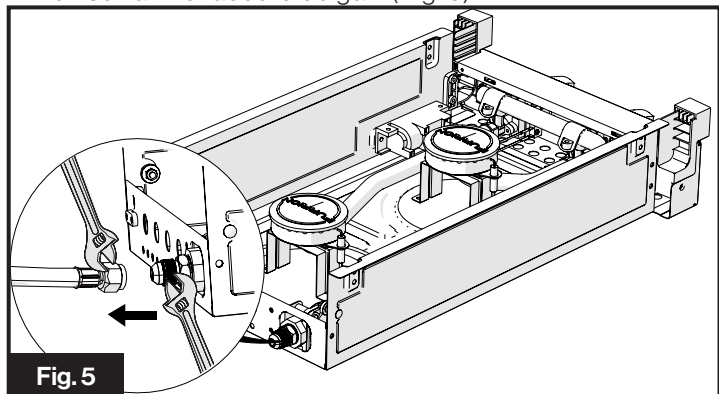

Fig. 5
1. Connectez une ligne d'alimentation en gaz certifiée avec un raccord femelle flairé de 3/8 po à la table de cuisson. Serrez selon les codes appropriés de VR et de gaz en utilisant deux clés. Maintenez le régulateur en place tout en serrant le raccord de gaz. (Fig. 5)